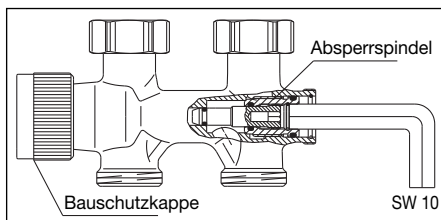

Abb. 9 Absperrren
4. Absperrspindel mit Sechskantschlüssel SW 10 durch Rechtsdrehen schließen (s. Abb. 9).